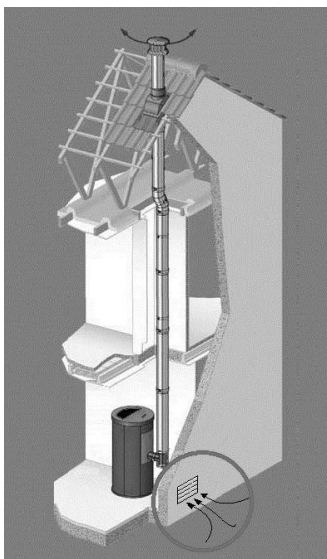

Fig. 10 - Installation possible pour toutes les poêles
- L'afflux d'air entre l'extérieur et la pièce peut se produire directement, à travers une ouverture dans les murs extérieurs de la pièce (solution conseillée voir **Fig. 10**).